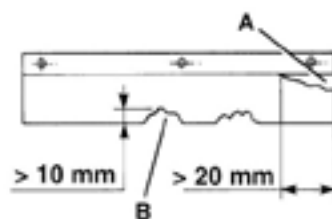
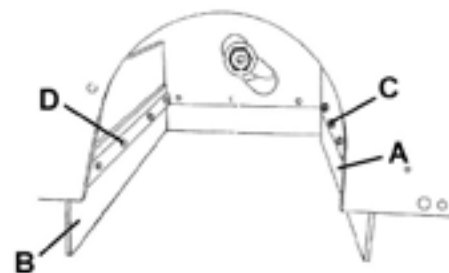

图 12
图 17
- 1) 旋出旋钮 (17 和 34)，并取下左罩 (16) 右罩 (33)。
- 2) 检查侧裙边 (11 和 12) 的完整性，当切口 A (图 12) 大于 0.79 英寸 (20 毫米) 或裂缝 B (图 12) 大于 0.39 英寸 (10 毫米) 时 (对于更换裙边来说)，更换裙边。
- 2) 检查前 (13) 后 (14) 裙边的完整性，当切口 (图 12 A) 大于 0.79 英寸 (20 毫米) 或裂缝 (B) 大于 0.39 英寸 (10 毫米) 时 (对于更换裙边来说)，更换裙边。
- 前裙边 (图 17 A) 是否轻微擦到地面 (图 14 A)。
- 检查后裙边 (图 17 B) 的离地间隙是否在 0-0.12 英寸 (0-3 毫米) 之间 (图 12 A)。
- 4) 如果必要，通过滑槽里的螺钉 (图 17 C 和 D)，调整裙边的高度。